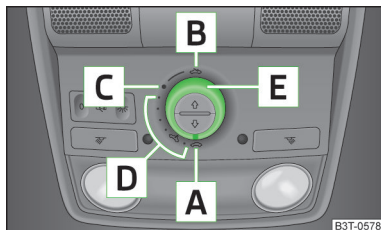
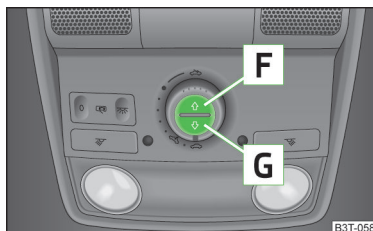

Abb. 47
Abb. 48
- Wurde z. B. die Batterie abgeklemmt und wieder angeklemt, kann es passieren, dass das Schiebe-/Ausstelltdach außer Funktion ist. Dann den Drehschalter in die Schalterstellung **[A]** » Abb. 47 auf Seite 67 stellen, ziehen und an der Aussparung nach unten und vorn festhalten. Nach etwa 10 Sekunden geht das Schiebe-/Ausstelltdach auf und wieder zu. Erst danach den Drehschalter wieder loslassen.
- Wurde z. B. die Batterie abgeklemmt und wieder angeklemt, kann es passieren, dass das Sonnenschutzrollo außer Funktion ist. Dann den Schalter in Stellung **[A]** » Abb. 47 auf Seite 67 drehen, die Taste **[G]** » Abb. 48 auf Seite 67 drücken und halten. Nach etwa 10 Sekunden geht das Sonnenschutzrollo auf und wieder zu. Erst danach den Drehschalter wieder loslassen.
➤ Den Schalter in Stellung **C** » Abb. 47 drehen.
Das Sonnenschutzrollo kann mithilfe der Tasten geschlossen bzw. geöffnet werden » Abb. 48.
➤ Zum vollständigen Öffnen die Taste **F** » Abb. 48 kurz drücken.
➤ Zum vollständigen Schließen die Taste **G** » Abb. 48 kurz drücken.